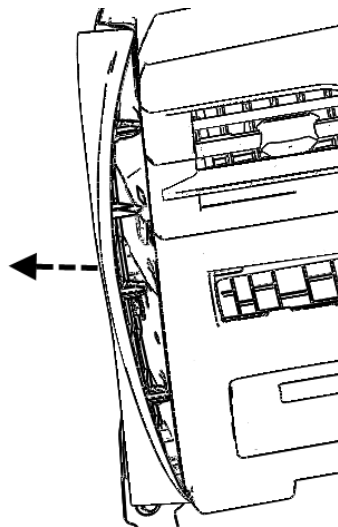

图 1.5.12 仪表板左端护板拆卸示意图
- (1) 沿箭头方向用手在图 1.5.12 产品边沿, 缓慢拔该零件直至所有装配处结构都脱开。即可取下主驾 KAB 盖板总成